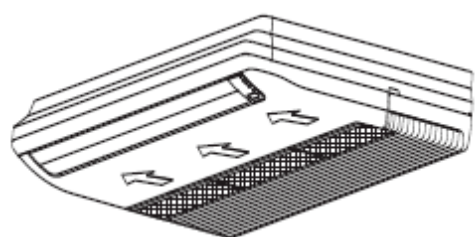

Fig.E3
1. Trageți direct filtrul de aer din orificiul de admisie aer așa cum se indică în Fig.E3.
3. Reinstalați filtrul de aer în ordinea inversă indicată în Fig.E3.